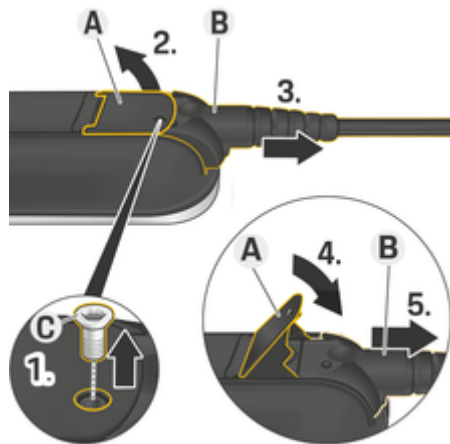

Fig. 28: Desconexión de cables
1. Extraiga el tornillo **C** (Fig. 28) con una herramienta apropiada.
2. Levante la palanca **A** (Fig. 28).
3. Retire el enchufe **B** (Fig. 28) hasta que se sienta primero la resistencia.